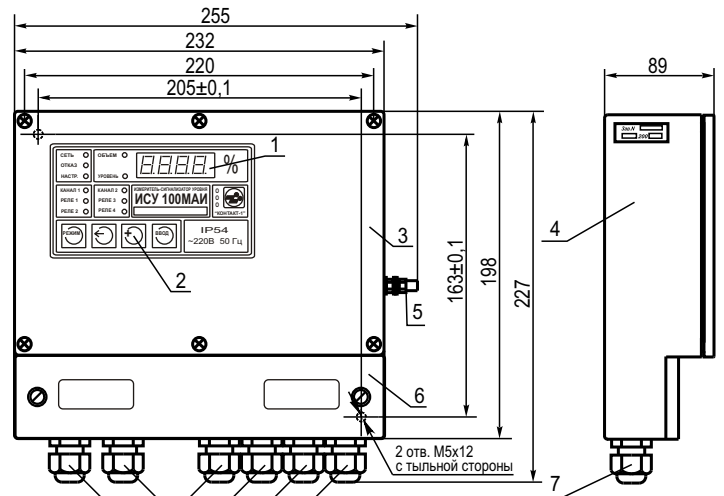

Рисунок 5 – Вторичный преобразователь ИСУ 100МИ
1. Преобразователь вторичный ИСУ100МИ (рисунок 5) – 1 шт.